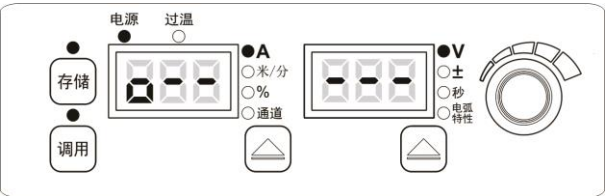

图 3-20 密码输入界面
2. 长按**存储**键，数码管显示“0- - - -”，如图 3-20 所示，调节焊接电源面板旋钮，逐位输入新密码并按**调用**键确认。